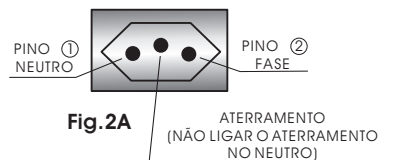

Fig. 2A
- 2▶ Na instalação utilize tomada de três pinos com aterramento (2P + T, 20A) conforme novo padrão brasileiro, NBR 14136:2002 (Fig. 2A, pág. 8) ligando fase/neutro ou fase/fase nos pinos laterais e o aterramento no pino central: